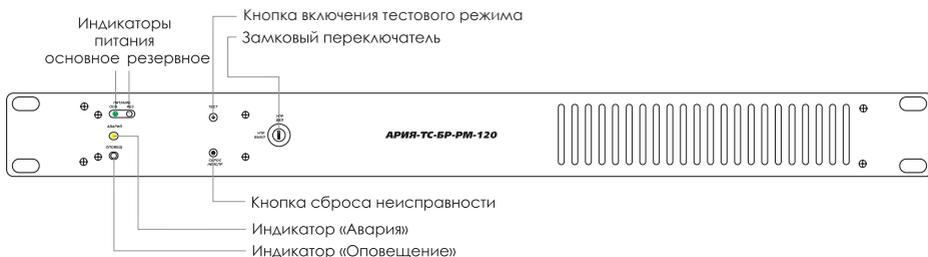

Рис. 12 Передняя панель блока расширения АРИЯ-ТС-БР-РМ-120
**На передней панели изделия размещены** (рис. 12, с. 15; рис. 28, с. 22):
«ДЕЖУРНЫЙ», «ТЕСТ», «ОПОВЕЩЕНИЕ» и «НЕИСПРАВНОСТЬ». Индикаторы режимов работы расположены на передней панели изделия (рис. 12). Для доступа к органам управления необходимо перевести замковый переключатель в положение «УПР ВКЛ».